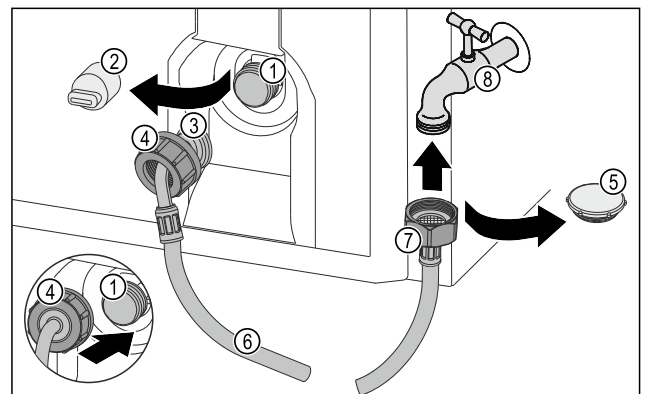

Fig. 33
- ▶ Rimuovere il coperchio di chiusura Fig. 33 (5).
- ▶ Posizionare l'estremità del flessibile dritta Fig. 33 (7) sul rubinetto dell'acqua Fig. 33 (8).
- ▶ Stringere in senso orario sull'estremità del flessibile dritta Fig. 33 (7) in senso orario.